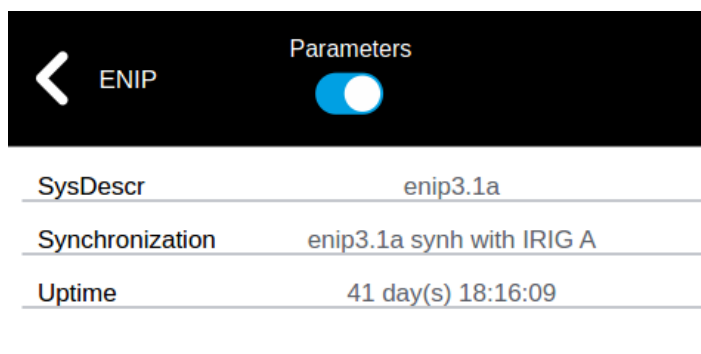

Рисунок 5.6. Параметры, получаемые от прибора.
- переключатель в правом положении («Parameters»; подсвечивается синим фоном) – в этом режиме ЭНМИ будет отображать данные опрашиваемого устройства: конфигурация, метку времени последней корректировки, количество информационных потоков и т.д (см. рис. 5.6).